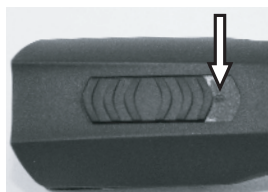

Fig. 4 Bryter i AV-posisjon ("0")
1. Kontroller kontaktene på klippemaskinen (1) og batteriet (2) for fremmedelementer og kontaminasjon.
2. Forviss deg om at bryteren på klippemaskinen er i AV-posisjon ("0") (fig. 4).
1. Sett bryteren på "0" (fig.4).
2. Trykk batterisperren (2) på begge sidene inn, og dra batteriet (1) ut av klippemaskinen.
3. Skyv det ladede batteriet (1) inn i klippemaskinen (2) til batterisperren går i lås på begge sider.